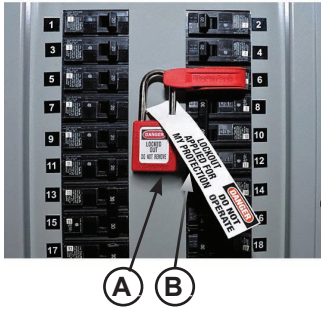

Figura 27
Cuando trabaje con controles electrónicos o eléctricos, asegúrese de que se haya etiquetado (A) y bloqueado (B) la fuente de alimentación conforme a los reglamentos de la OSHA\* y los códigos eléctricos locales aprobados, consulte la Figura 27.